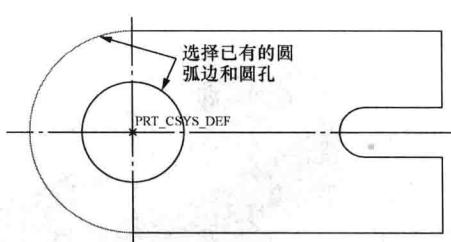
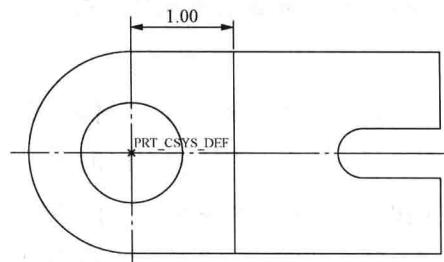

图 1-28 选择已有的圆弧边
图 1-29 草绘的截面图
3) 单击草绘工具栏中的“通过边创建图元”按钮 \square ，选取左侧已有的半圆弧和圆孔，如图 1-28 所示，并绘制三段直线，然后进行标注及修改尺寸，完成截面图，如图 1-29 所示。单击草绘工具栏中的“完成”按钮 \checkmark ，退出二维草绘模式。